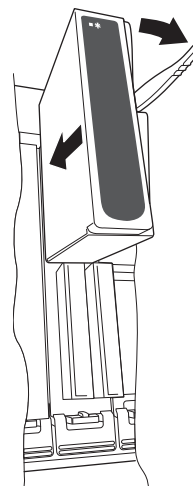

Abbildung 6 Einsetzen eines E/A-Moduls
1. Ziehen Sie den Modul-Haltehebel nach vorne in die geöffnete Position, wie in Abbildung 6 dargestellt.